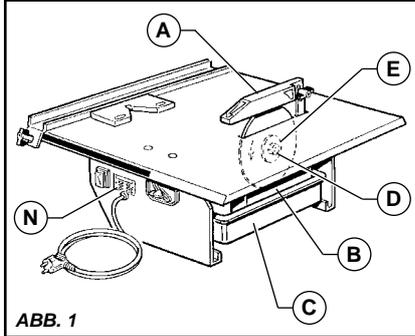

ABB. 1
- Prüfen Sie die Netzspannung, die dem Typenschild N der Maschine [ABB. 1] entsprechen muß.